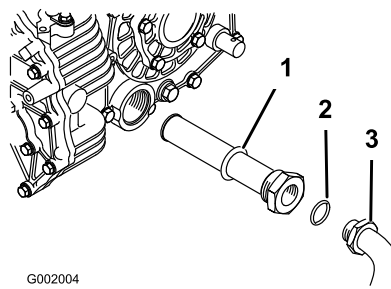

Figure 65
5. Déposez le flexible hydraulique et le raccord à 90° (Figure 65).